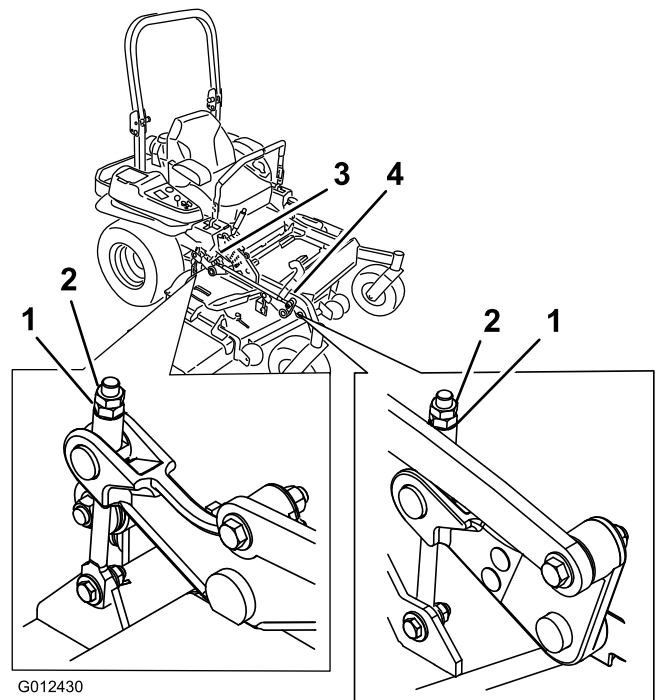

Figure 89
10. Ajustez précisément le serrage de l'écrou de réglage sur l'ensemble de relevage du tablier avant (Figure 89).
16. Ajustez précisément le serrage de l'écrou de réglage sur l'ensemble de relevage du tablier avant (Figure 89).